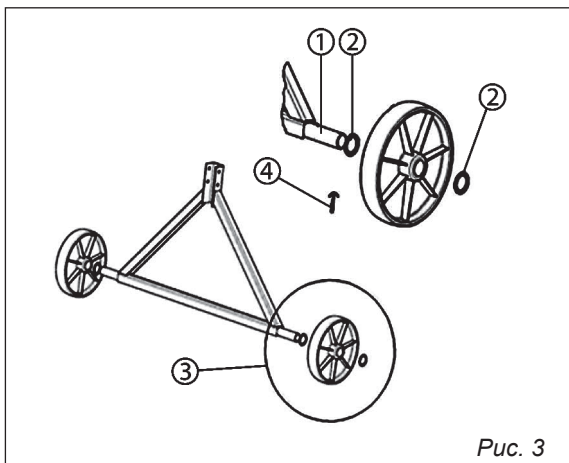

Рис. 3
6.1. Сборка колесной опоры (рис. 3)